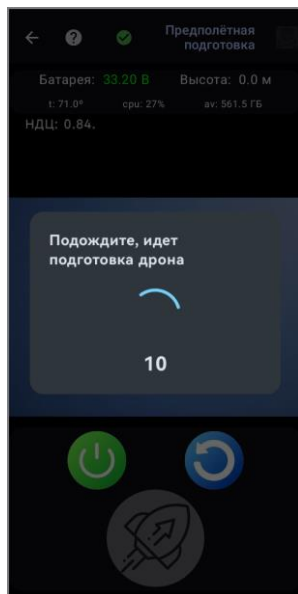

Рисунок 39
- дождаться окончания подготовки (рисунок 39);